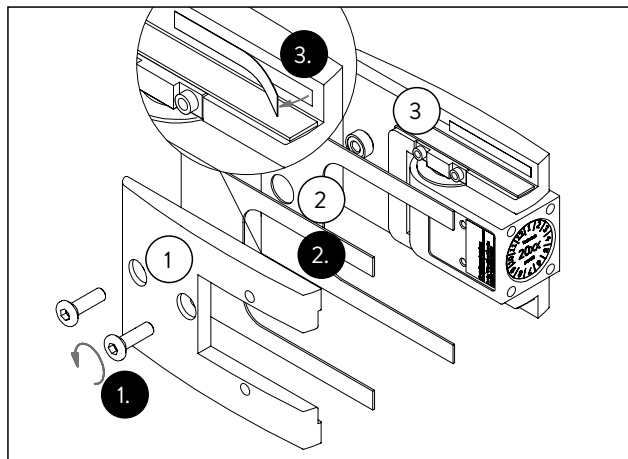

Abb. 22 Vorbereitung des Pendeltürbands
1. Die Gegenplatte (Abb. 22/1) abschrauben.
2. Die passenden Zwischenlagen (Abb. 22/2) nach der Glasdicke auswählen (siehe Kapitel 4.2).
3. Die Schutzfolien der Klebestreifen auf der Trage- und der Gegenplatte (Abb. 22/1 und Abb. 22/3) abziehen.